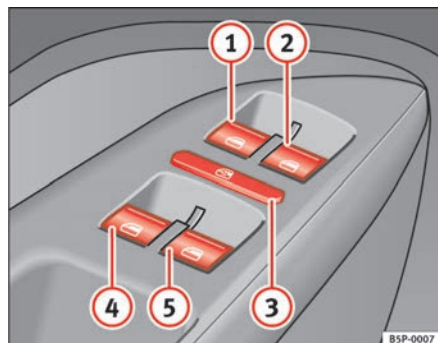

Fig. 67 Detalle de la puerta del conductor: mandos para las ventanillas delanteras y traseras
Las teclas ⇒ página 112, fig. 67 ① y ② tienen dos posiciones para la apertura de las ventanillas y otras dos para el cierre. De este modo es más fácil controlar las operaciones de apertura y cierre.